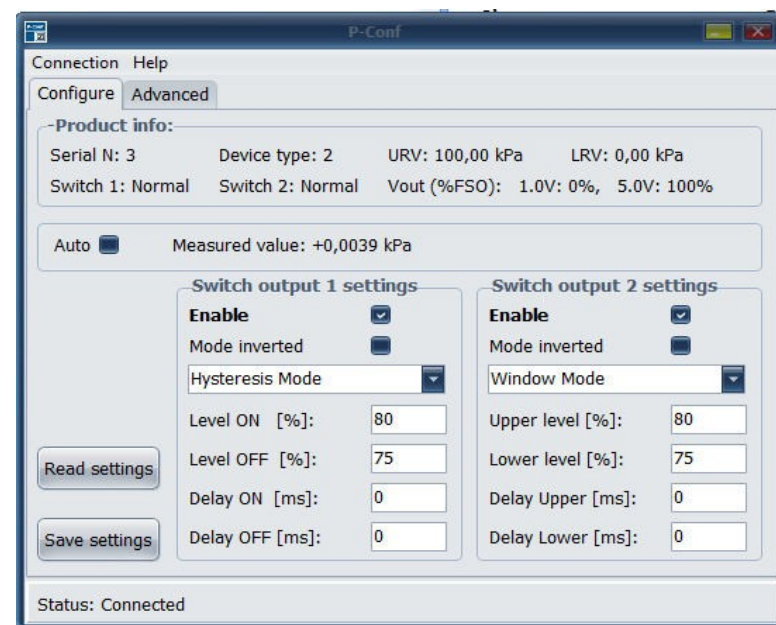
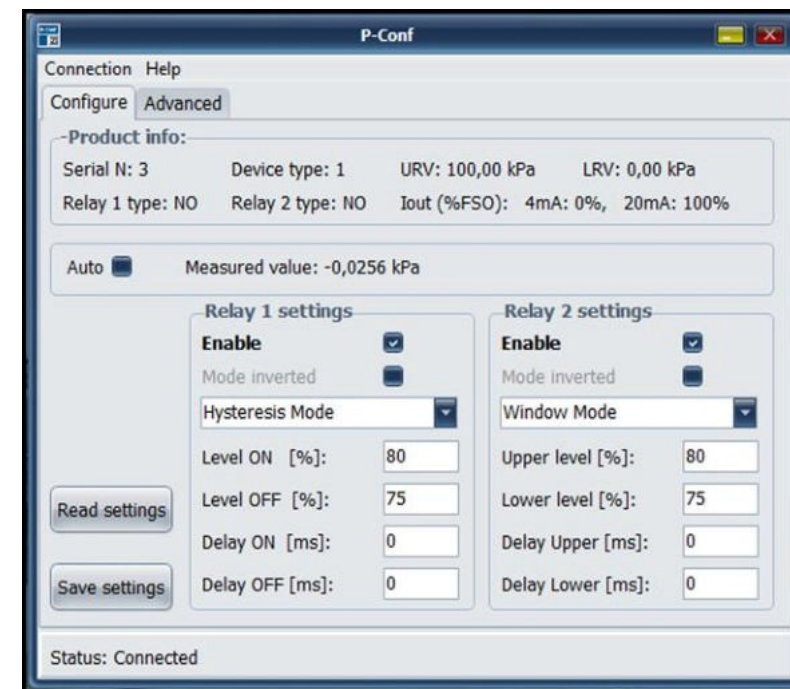

Рисунок 3 – Основное окно программы для моделей 3410 p, 3420 (p)
Рисунок 4 – Основное окно программы для моделей 3410 r, 3420 (r, rs)
3) выбрать команду «**Connection ▶ Connect**» – после удачного соединения ПО с настраиваемым изделием появится основное окно с доступными настройками на вкладке «Configure» (рисунок 3 или 4).
В секторах «Switch output 1(2) settings» (рисунок 3), или секторах «**Relay 1/2 Settings**» (рисунок 4), при отмеченной опции **Enable**, имеется возможность установить основные параметры работы каждого реле, которые зависят от выбранного режима работы выхода: гистерезис, окно или импульс (таблица 1).